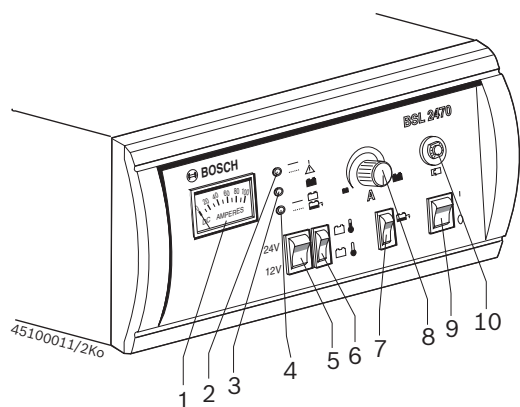

Fig. 2: Bedieningselementen en indicators BSL 2470
1. Schakel de acculader uit (Fig. 2, pos. 9).
4. Zet de omschakelaar voor „koude en warme accu's” in de juiste stand (Fig. 2, pos. 6). Let er op, dat alleen de temperatuur van de accu bepalend is.
5. Draai de potentiometer voor de instelling van de laadstroom (Fig. 2, pos. 8) naar de linkeraanslag (minimale laadstroom).
6. Zet de omschakelaar (Fig. 2, pos. 5) op de aangegeven accuspanning van de op te laden accu.
7. Schakel de acculader in. De rode LED moet vervolgens continu branden (Fig. 2, pos. 2).
9. Controleer de laadstroom met behulp van het indicatie-instrument (Fig. 2, pos. 1). Tijdens het opladen licht de gele LED op (Fig. 2, pos. 4).
Wanneer de groene LED (Fig. 2, pos. 3) oplicht, is de accuspanning van 2,3 V per cel resp. 2,4 V per cel (afhankelijk van de ingestelde accutemperatuur) bereikt. Bij een gezonde accu betekent dit, dat de accu voor ca. 60% opgeladen en dus startklaar is.
7. Schakel de acculader in. De rode LED moet vervolgens continu branden (Fig. 2, pos. 2) en de gele LED langzaam knipperen (Fig. 2, pos. 4). De accu wordt op dit moment nog niet opgeladen.